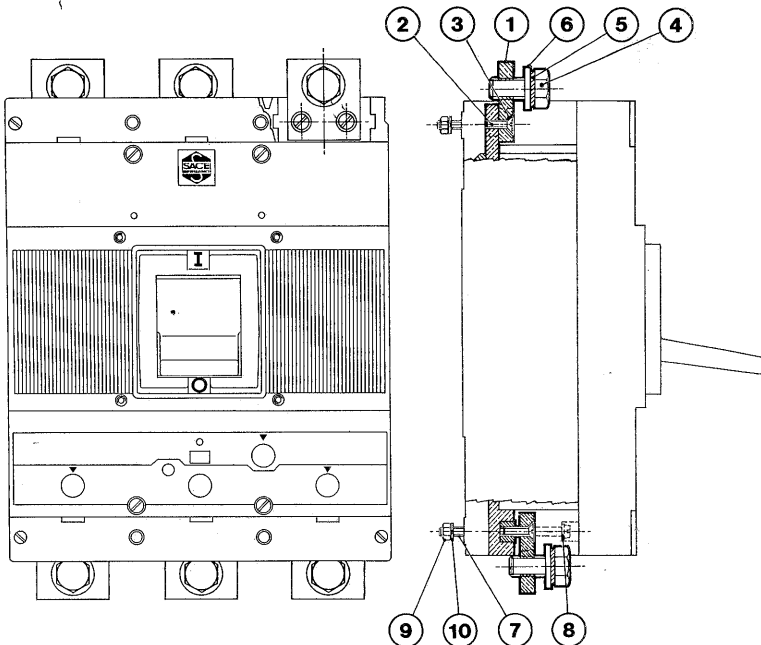

Fig.10
7.1. Trasformazione dell'interruttore base in interruttore fisso con attacchi anteriori (fig. 10)
- b) fissare gli attacchi anteriori (1) ai contatti fissi servendosi delle viti (2) con le rosette (3) avendo cura di stringerle a fondo
- c) avvitare le viti (4) con le rosette (5) e (6) negli attacchi superiori e inferiori
- d) infilare nei loro fori le 4 viti (7) con le rosette piane (8) e posteriormente avvitare i dadi (9) con le rosette elastiche (10)